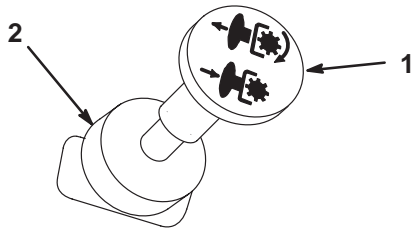

Figure 6
4. Placez la commande de prise de force (PDF) en position désengagée (Fig. 6).
2. Désengagez la PDF (Fig. 6).